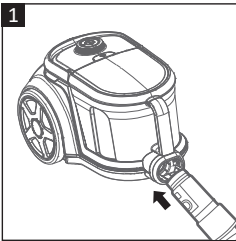

Fig. 1
- Alinee el cuello de la manguera de succión (6) con el receptáculo de la manguera (9) en la aspiradora y empuje firmemente hasta que encaje en su lugar (**Fig. 1**).